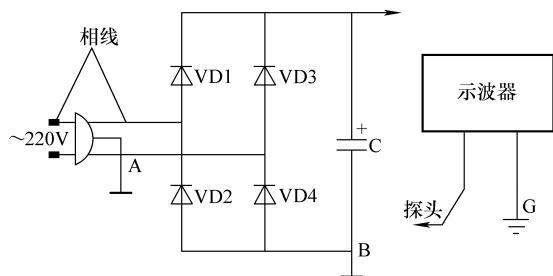

图 1-19 用示波器测开关电源的连接图
⑥ 使用时，扳动面板控制器要轻，当到达极限位置时不要硬扳，以免损坏仪器。搬动时要轻拿轻放，防止碰撞。
⑦ 当“Y轴输入”接电压值较高的被测信号时，应避免手或人体其他部位触及“Y轴输入”端或探头，以免触电。
⑧ 具有“交替”、“断续”工作方式的二踪示波器进行二踪显示时，频率较低的情况下用“断续”方式，频率较高的情况下用“交替”方式。
⑨ 为使显示波形稳定，“同步调节”与“扫描微调”可结合调整，但“同步增幅”不能调得太大，只要波形稳定即可，反之，会引起扫描线的非线性失真。
⑩ 测量脉冲信号时，为了准确地显示波形，应注意示波器Y通道的上升时间是否小于被测信号的前、后沿时间。
⑪ 测量频率时，扫描速度微调旋钮应放在校准位置。测量电压时，Y轴灵敏度微调应放在校准位置。
⑫ 测量前应熟悉被检测开关电源主要测试点的脉冲波形，使用示波器测量时，应注意使用电源隔离变压器，反之，不能测量高频脉冲变压器一次侧之前的任何电路。
⑬ 用示波器测量开关电源的连接如图1-19所示，如果将示波器的地端G与电源的地端B连接，由于示波器的C端是与电网的地线相通的，相当于将A、B点相连，这样会使交流输入端通过电桥的整流二极管VD2短路而烧坏电源。即使示波器的接地点不接大地，但示波器外壳带电也是不能工作的，隔离变压器的使用是将电网地线A与电源地线B隔离，所以可以安全使用示波器。